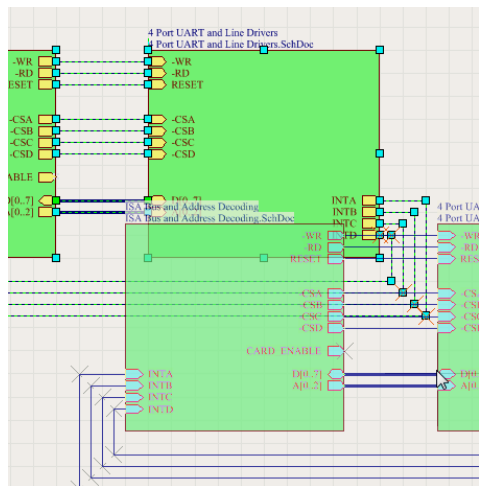

图 2.33
**Step 2** 选择菜单栏中的 Edit(编辑) → Paste(粘贴)命令(或按 Ctrl+V 组合键)以设定粘贴对象,这时,需要精确定位复制参考点,如图 2.33 所示,以鼠标单击放置即可。